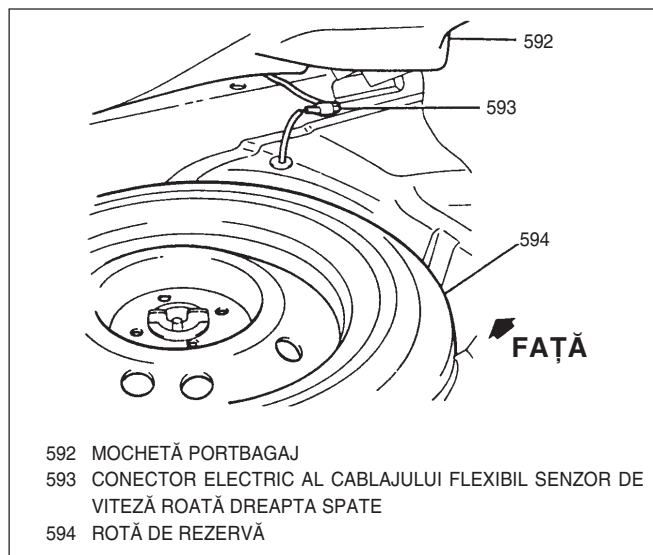

Fig. 32. Localizarea conectorului electric al cablajului flexibil al senzorului de viteză dreapta spate
2. Conectorul electric al cablajului flexibil (Fig. 32).